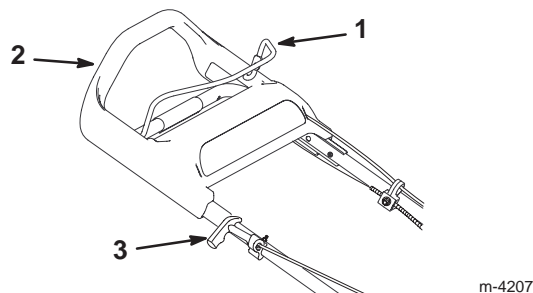

Figure 8
La poignée du lanceur et la barre de commande de lame se trouvent sur le mancheron supérieur, comme illustré à la Figure 8.
2. Serrer la barre de commande de lame contre le mancheron (Fig. 8).
3. Tirer lentement la poignée du lanceur jusqu'à ce qu'on sente une résistance, puis la tirer vigoureusement (Fig. 8). Laisser la poignée du lanceur revenir lentement jusqu'au mancheron.